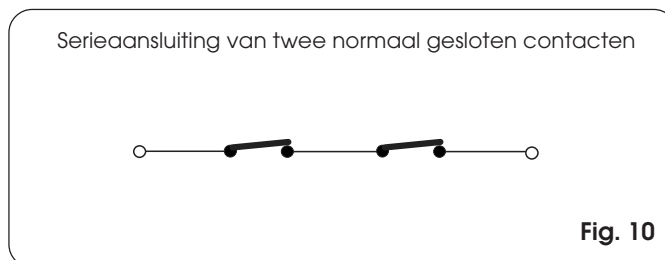

Fig. 10
**Opmerking:** als twee of meerdere veiligheidsvoorzieningen met normaal gesloten contact dezelfde functie hebben, moeten ze onderling in serie worden aangesloten (Fig. 10)